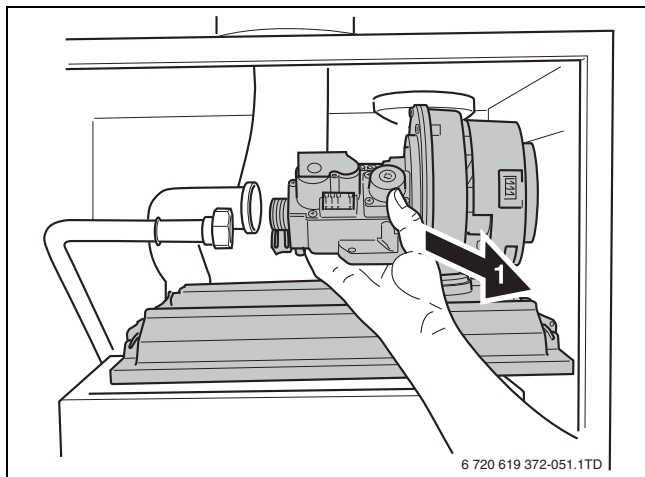

Bild 90 Brennerabdeckung mit Gas/Luft-Einheit abnehmen
- Brennerabdeckung mit Gas/Luft-Einheit in Pfeilrichtung abnehmen (→ Bild 90).